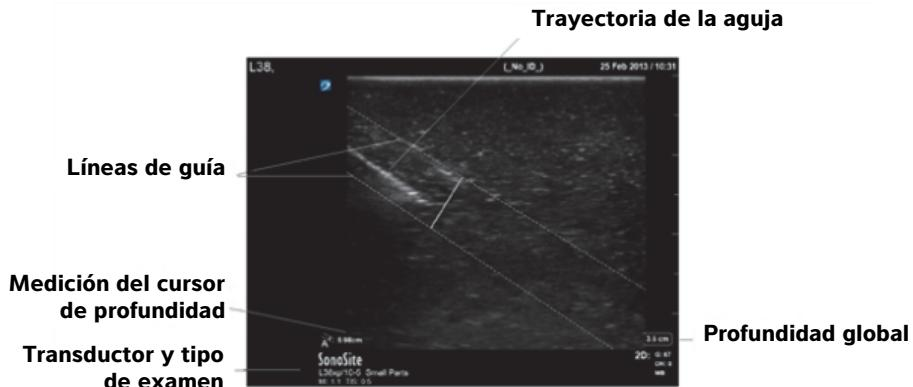
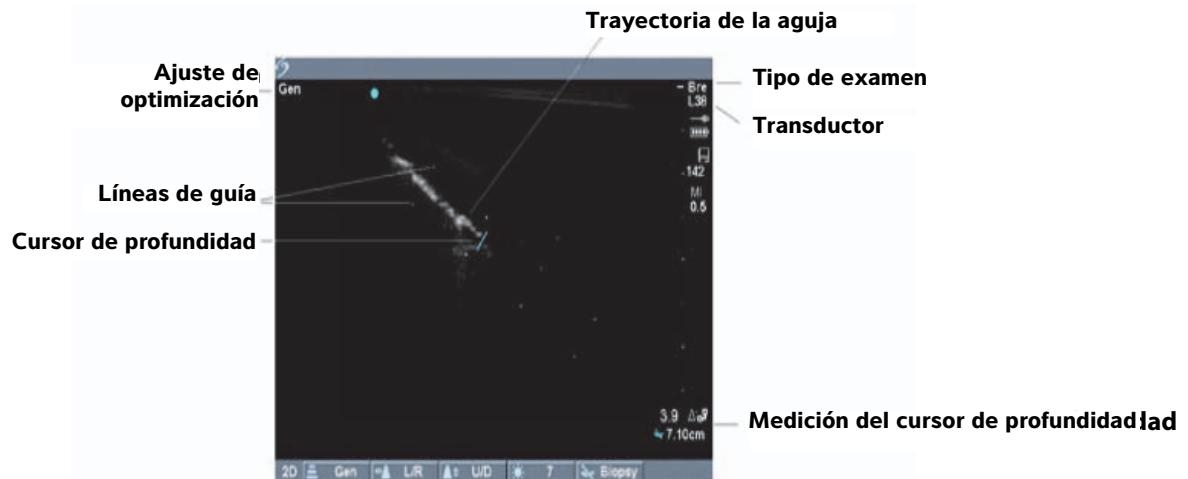

Figura 3 Guías dentro del plano en el sistema SonoSite X-Porte
Figura 4 Guías dentro del plano en el sistema MicroMaxx o TITAN
- 8 Verifique que la aguja, tal como se muestra en la pantalla del sistema, se encuentre entre las líneas de guía. Vea la Figura 3, “Guías dentro del plano en el sistema SonoSite X-Porte” en la página 41 y la Figura 4, “Guías dentro del plano en el sistema MicroMaxx o TITAN” en la página 42.
Nota: La medición mediante el cursor de profundidad, que se muestra en el sistema de ecografía, mide la distancia desde la punta de la aguja hasta el origen de la guía de aguja. Vea la Figura 3 y la Figura 4.